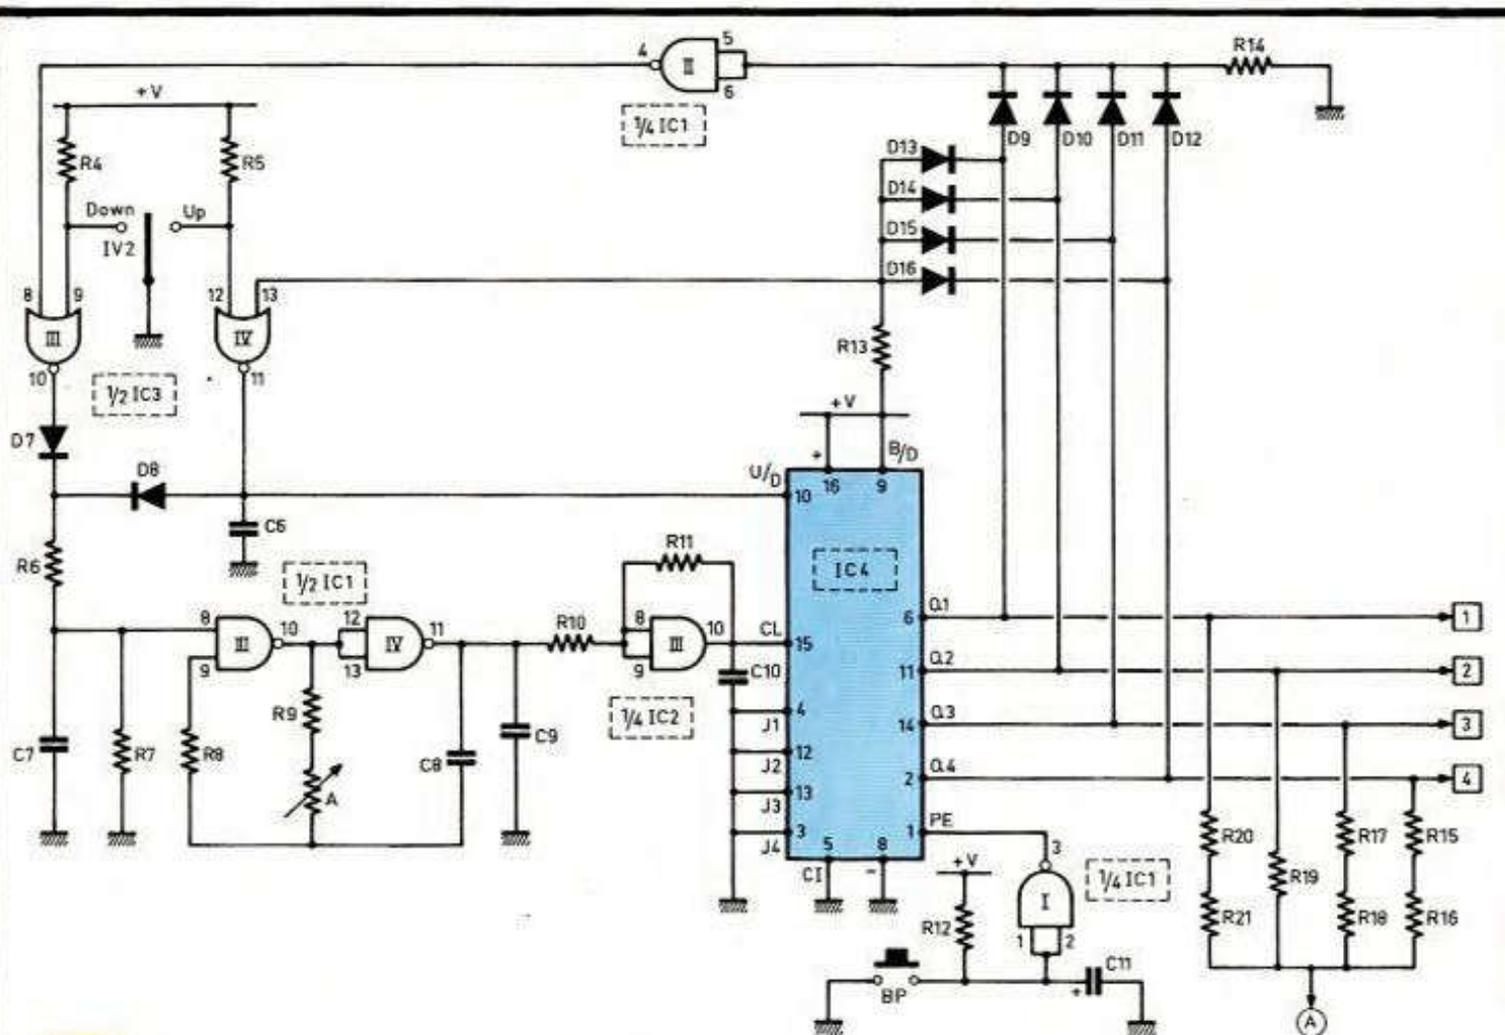

Fig. 3 Commande de la graduation.
b) Commande de la base de temps (fig. 3)
c) Base de temps (fig. 3 et 5a)
d) Comptage (fig. 3)
e) Graduation du potentiel (fig. 3, 5b et 6)